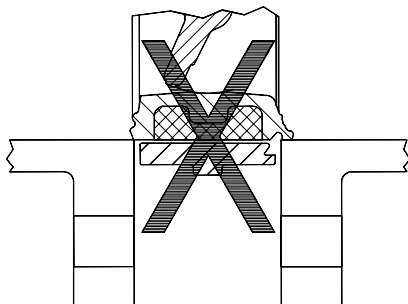

fig. 1
- Non cercare mai di forzare la valvola all'interno di flange non sufficientemente distanti da consentirne il libero passaggio; possono irrimediabilmente venire danneggiate le zone di tenuta sulle flange (fig. 1).
- never try to force a valve between flanges which are not open enough to allow the insertion of the valve as you might seriously damage the sealing areas on the flanges (fig. 1)